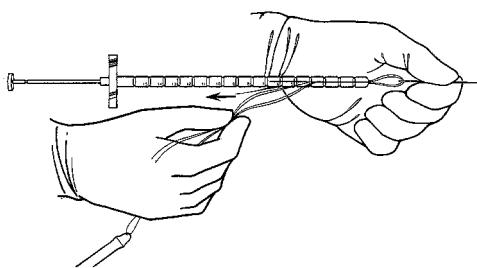

Figura 4-13. Carga de la aguja de Keith
4. Coloque el extremo romo de esta aguja en el instrumento de inserción de Furlow (**Figura 4-13**) e introduzca la sutura en la ranura del instrumento.